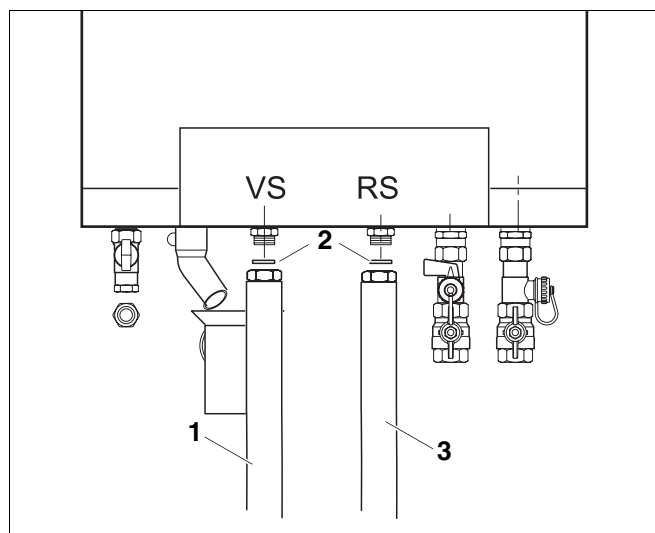

Abb. 5 Wessschlauch an Speichervorlauf und -rücklauf montieren (Darstellung Linksanbau)
- Den kurzen Wessschlauch (Abb. 5, **Pos. 1**) mit eingelegter Dichtung (Abb. 5, **Pos. 2**) an den Vorlauf des Heizkessels schrauben.
- Den langen Wessschlauch (Abb. 5, **Pos. 3**) mit eingelegter Dichtung (Abb. 5, **Pos. 2**) an den Rücklauf des Heizkessels schrauben.